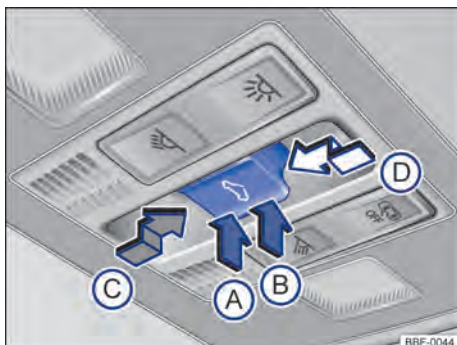

Fig. 64 No revestimento do teto: botões para teto solar e cortina de proteção solar.
- *Levantar o teto solar:* pressionar o botão → Fig. 64  até o primeiro nível. Curso automático: pressionar o botão  até o segundo nível.
- Pressionar o botão  até o segundo nível → Fig. 64 , até que o teto de vidro esteja totalmente fechado.